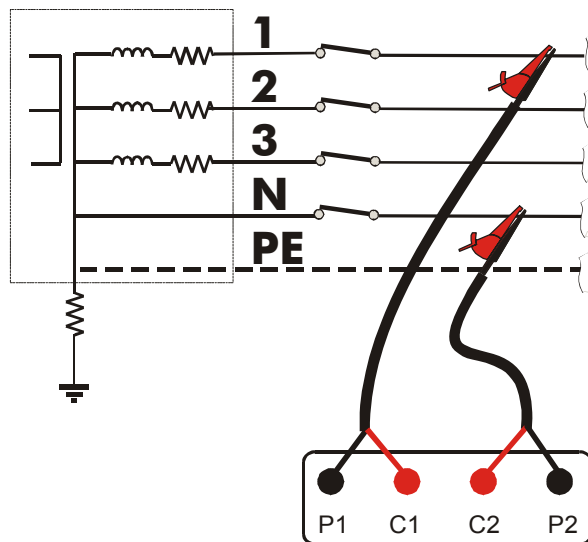

Fig. 4: Connexion de l'instrument pour mesure de l'impédance Phase-Neutre
2. Connecter les crocodiles au réseau électrique sous test (voir Fig. 4).
3. Insérer les couples de câbles noir-rouge des câbles C7000 dans les entrées correspondantes de l'instrument **en suivant la séquence d'introduction P1, P2, C2, C1** (voir la connexion à la Fig. 4).